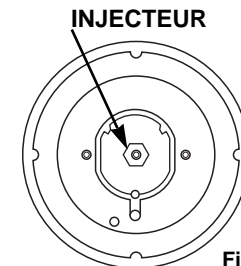

Fig. 6
- introduire une clé à tête hexagonale en tube (7 mm) dans le support du brûleur (Fig. 6)